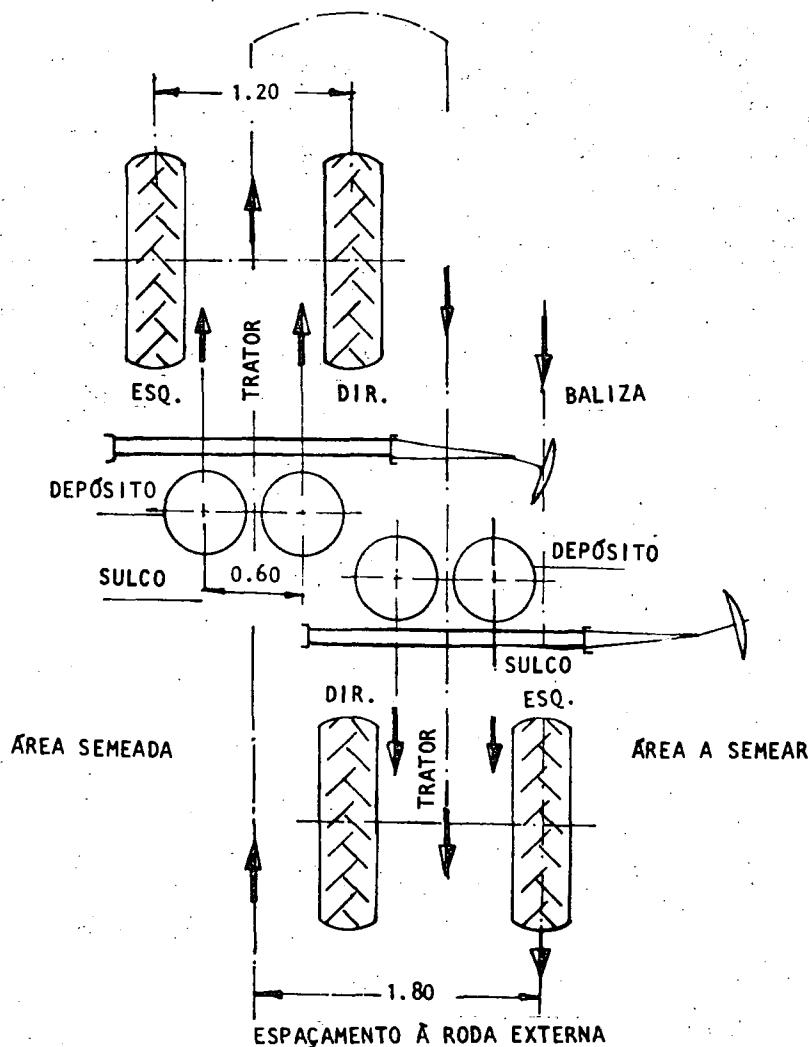

Fig. 5
- igual a três vezes a distância entre sulcos (fig. 5), quando se toma uma roda como ponto de referência.